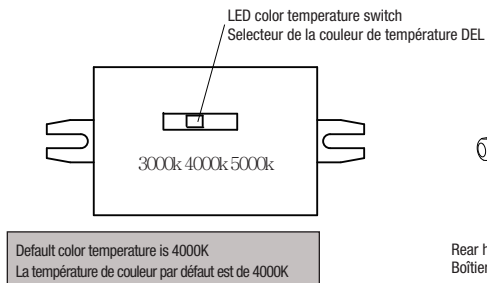

Fig. 1C
3. Select the appropriate LED color temperature by using the switch inside the housing as shown in Fig. 1C. Default color temperature is 4000K.
3. Choisir la température de couleur DEL en utilisant le commutateur à l'intérieur du boîtier comme montré sur la Fig. 1C. La température de couleur par défaut est de 4000K.